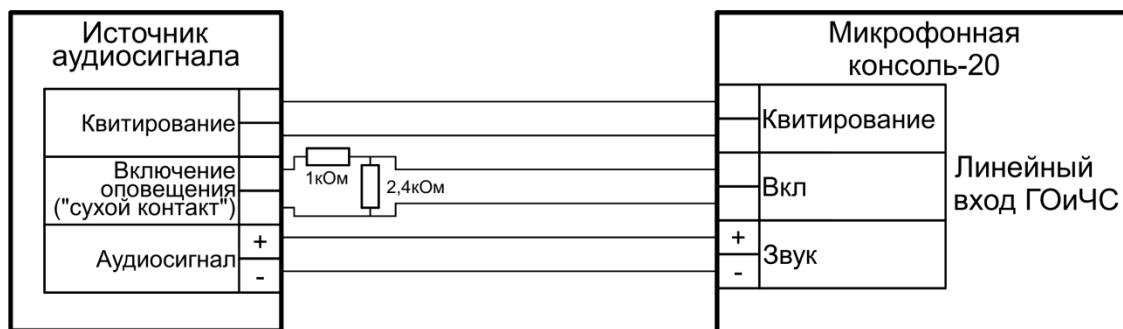

Рисунок 1.4.2. Схема подключения источника сигнала ГОиЧС.
1.4.8.3 Линейный вход ГОиЧС предназначен для приема внешнего сигнала оповещения о чрезвычайных ситуациях, рассчитан на подключение слаботочного источника звукового сигнала с линейным выходом и предполагает его размещение вблизи консоли. Схема подключения входа приведена далее (Рисунок 1.4.2).
Трансляция оповещения с линейного входа ГОиЧС происходит при появлении сигнала запуска на входе «Вкл.». Сигнал со входа «Звук» начинает передаваться на блоки «Рупор-300», а на выходе «Квитирование» появляется сигнал подтверждения запуска оповещения. Консоль обеспечивает контроль целостности линии сигнала запуска оповещения (вход «Вкл») подключением резисторов в соответствии со схемой (Рисунок 1.4.2). Резисторы должны располагаться максимально близко к контактам источника сигнала. Отклонение номинала резисторов не должно превышать $\pm 10\%$. Использование функций линейного входа ГОиЧС доступно только для консоли, работающей в режиме «Пожарная консоль» (подробнее в пункте 1.4.6).